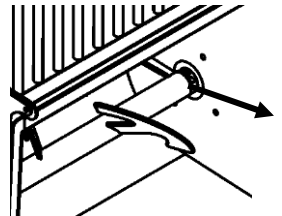

Рис. 6.3.5
- Переконайтеся, що лопаті для змішування розташовані так, щоб було достатньо місця для їх видалення Рис. 6.3.5.